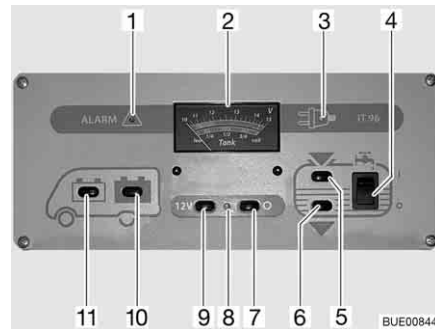

Fig. 151 Pannello di controllo IT 96-2
L'interruttore principale a 12 V (Fig. 151,7 e 9) inserisce o disinserisce il pannello di controllo e l'alimentazione a 12 V dell'abitacolo.
Accensione: ■ Premere l'interruttore (Fig. 151,9) "12 V": L'alimentazione a 12 V dell'abitacolo è inserita. La spia di controllo (Fig. 151,8) diventa verde.
Spegnimento: ■ Premere l'interruttore (Fig. 151,7) "O": L'alimentazione a 12 V dell'abitacolo è disinserita. La spia di controllo (Fig. 151,8) si spegne.
Per l'indicatore volt/serbatoio (Fig. 151,2) leggere la scala superiore. L'indicatore si illumina automaticamente appena viene premuto un interruttore.
- Premere l'interruttore (Fig. 151,11) : Viene indicata la tensione della batteria di avviamento.
- Premere l'interruttore (Fig. 151,10) : Viene indicata la tensione della batteria dell'abitacolo.
Per l'indicatore volt/serbatoio (Fig. 151,2) leggere la scala inferiore. L'indicatore si illumina automaticamente appena viene premuto un interruttore.
- Premere l'interruttore (Fig. 151,5) "": Viene indicato il livello del serbatoio dell'acqua.
- Premere l'interruttore (Fig. 151,6) "": Viene indicato il livello del serbatoio delle acque grigie.
- Premere in alto l'interruttore a bilico (Fig. 151,4) "I": L'alimentazione idrica è accesa.
- Premere l'interruttore a bilico in basso (Fig. 151,4) "O": L'alimentazione idrica è spenta.
La spia luminosa rossa "ALARM" (Fig. 151,1) inizia a lampeggiare non appena la tensione della batteria dell'abitacolo scende al di sotto di 11 V (misurazione durante il normale esercizio) con conseguente rischio che la batteria si scarichi troppo.
La spia di controllo a 12 V (Fig. 151,8) si accende non appena l'interruttore principale a 12 V (Fig. 151,9) viene inserito.
La spia gialla di controllo a 230 V (Fig. 151,3) si accende quando all'ingresso della centralina elettrica è presente una tensione di rete.